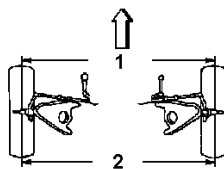

Fig. 9. Definizione della traccia
■ **Traccia primaria** – la distanza tra la linea anteriore centrale (1) dei pneumatici è più
breve rispetto alla distanza tra la linea centrale posteriore (2) dei pneumatici. Si veda fig. 9.
■ **Traccia secondaria** – la distanza tra la linea posteriore centrale (1) dei pneumatici è più breve rispetto alla distanza tra la linea centrale anteriore (2) dei pneumatici. Si veda fig. 9.